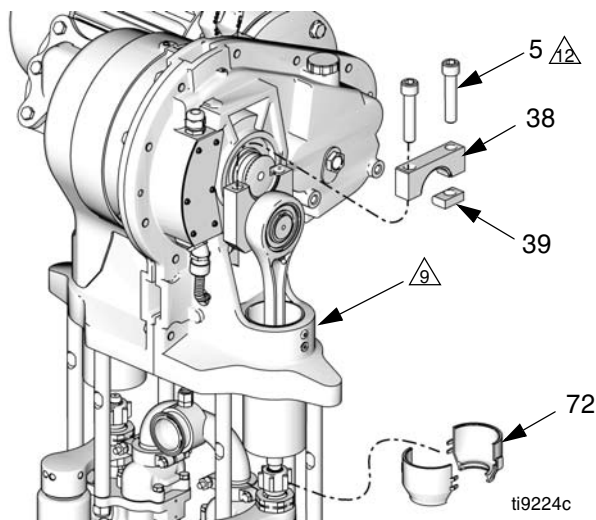

FIG. 6. Rimuovere il cappuccio del braccio di manovella
- d. Usando una chiave aperta da 1-5/8" svitare il dado di accoppiamento (14) dal pistone collegato alla biella (9) e farlo scorrere verso il basso contro la biella della pompa. Fare attenzione a non allentare i collari (13).
- e. Vedere FIG. 6. Usando una chiave esagonale 1/2", svitare le due viti del cappuccio (5). Rimuovere il cappuccio della manovella (38) e la chiavetta (39). Se necessario, usare un martello di plastica per staccare queste parti.
1. Posizionare la manovella (4) per impegnare l'albero di uscita (OS) e farla girare verso la parte bassa dell'albero di uscita.
2. Appoggiare uno straccio pulito sopra il cilindro della biella (2) per evitare che dei materiali di scarto cadano nel gruppo biella durante il rimontaggio.
3. Vedere FIG. 6. Applicare lubrificante antigrippaggio (LPS®-04110 o equivalente) alle filettature delle viti a brugola (5). Installare la chiave (39), il cappuccio della manovella (38) e le viti del cappuccio (5), orientate come illustrato. Mentre la vite lato gioco è ancora allentata, serrare la vite lato chiave a una coppia di 283-310 N•m (210-230 ft-lb). Quindi serrare la vite lato gioco a una coppia di 283-310 N•m (210-230 ft-lb). Serrare le viti per altre 2-3 volte ciascuna o finché non smettono di girare se serrate a 283-310 N•m (210-230 ft-lb).
4. Accertarsi che i collari (13) siano in posizione sul dado di accoppiamento (14).
5. Inserire la chiave da 3/4 in. sulle facce di presa del pistone collegato alla biella (9) per mantenerlo fisso quando si sta serrando il dado di giunzione (14). Orientare la chiave affinché sia serrata contro uno dei tiranti (3) o contro il supporto della pompa. Stringere il dado di accoppiamento (14) sul pistone a cursore (9) con una coppia di 102-108 N•m (75-80 lb-ft).
6. Installare le protezioni (72) inserendo i labbri inferiori con il solco nel cappuccio della tazza bagnata. Agganciare insieme le due protezioni.